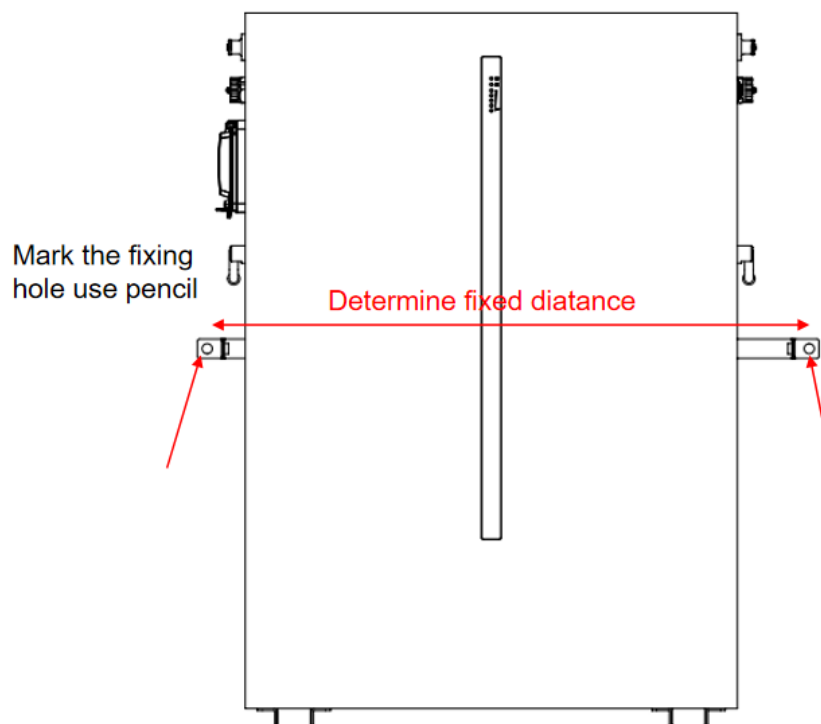

Abbildung 5-5
b) Stellen Sie die Batterie seitlich an die Wand und markieren Sie die Position des Befestigungslochs. Wählen Sie den empfohlenen Bohrkopf (wie in der Abbildung unten gezeigt) und bohren sie 2 Löcher von 100 - 110 mm Tiefe in die Wand, wie in Abbildung 5-2 und Abbildung 5-5 gezeigt.